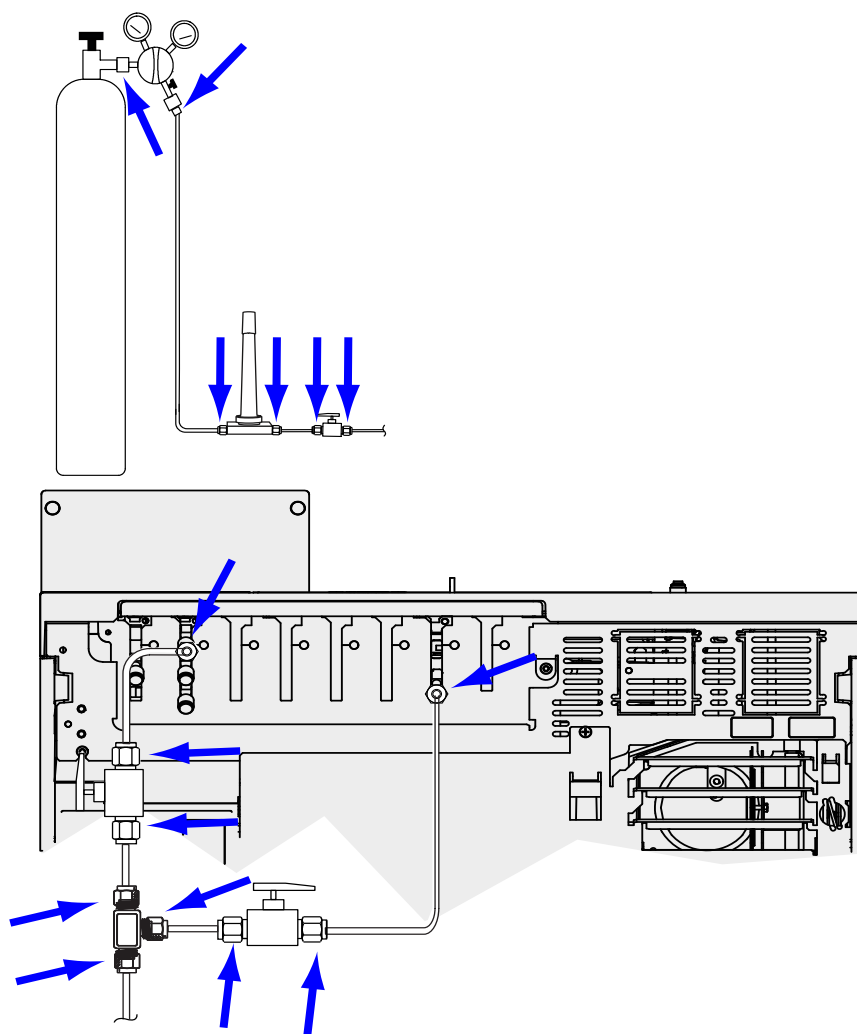

Рис. 11. Места для проверки на герметичность
- 4 Подождите 10 минут. Если давление снизилось больше, чем на 7 кПа (1 psi), значит, во внешних соединениях имеется утечка. Проверьте каждый фитинг на наличие утечки с помощью детектора утечки. См. **Рис. 11**.